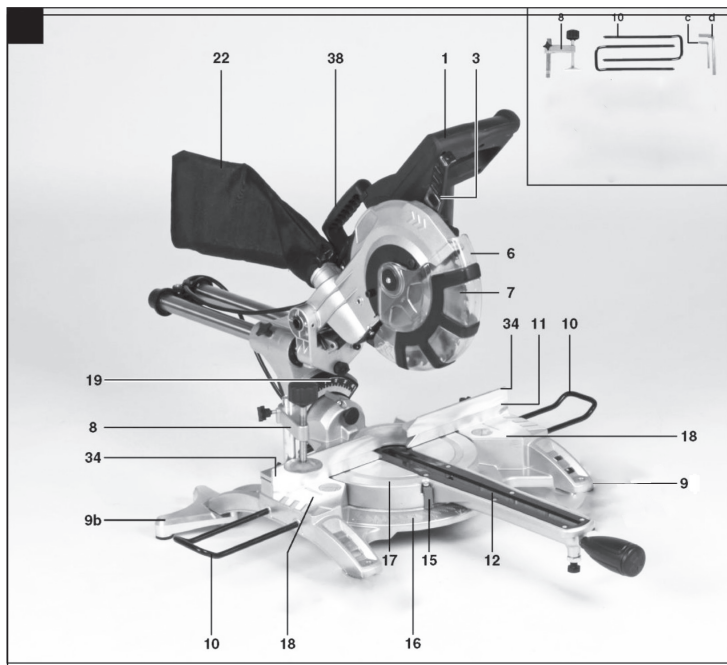
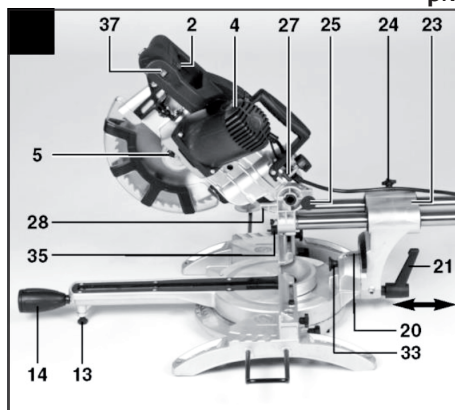
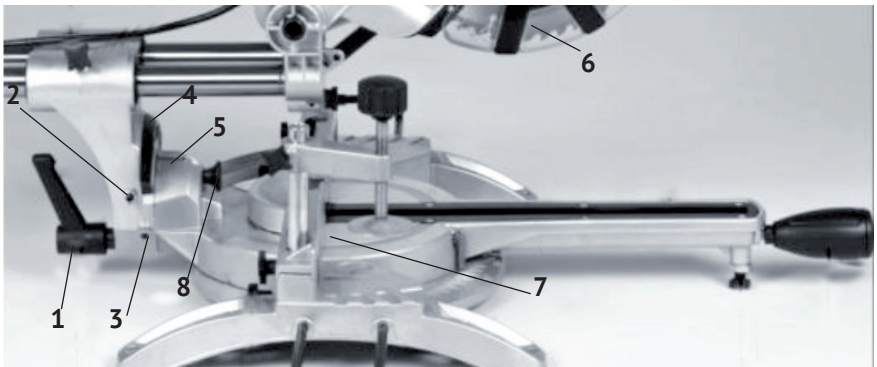
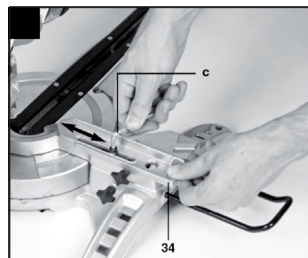

рис.1
рис.2
рис.3.1
рис.6
1.1.2 Основным несущим узлом режущего блока пилы является металлический редуктор, выполненный заодно с верхним защитным кожухом диска. К редуктору крепится пластиковый корпус двигателя (рис.2 поз.4), с закреплённой на нём рукояткой. Вертикальное перемещение режущего блока для реза обеспечивает суппорт вертикального перемещения. Возвратная пружина на оси суппорта, возвращает режущий блок в исходное положение. Горизонтальное движение по направляющим и отклонение (вправо/влево) от вертикальной оси обеспечивает суппорт наклона и горизонтального перемещения (рис.2 поз.23).
1.1.3 Рабочий стол (рис.1 поз.17), вместе с режущим блоком, имеет возможность смещения (вправо/влево) относительно основания и параллельного упора (рис.1 поз.11), в который упирается обрабатываемая заготовка. Таким образом обеспечивается косой (от 0 до 45°) рез материала (брус, доска, планка и т.п.).
1. Вытянуть фиксатор (рис.2 поз.25) из основания двигателя, слегка надавливая на корпус двигателя (рис.1 поз.4).
2. Повернуть фиксатор (рис. 2 поз.25), на 90°. При этом пила останется в разблокированном положении
- включение/выключение пилы осуществляется нажатием на клавишу выключателя (рис.1 поз.2).
5. Одной рукой нажмите на фиксатор шпинделя диска (рис.1 поз.5), устанавливая торцовый ключ (d) на болт фланца (рис.1 поз.31). Фиксатор
6. Прилагая дополнительное усилие ослабьте болт с левой резьбой, поворачивая его проти часовой стрелки, снимите зажимной фланец (рис.1 поз.32) и пильный диск (рис.1 поз.7). При этом опорный фланец должен оставаться на месте.
- для установки угла поворота ослабьте фиксирующую рукоятку (рис.1 поз.14), установите необходимый угол распила. Затем надежно затяните фиксирующую рукоятку.
- режущий блок имеет возможность установки заданного угла наклона относительно вертикальной оси, как влево в положении от 0 до 45°, так и вправо от 0 до 45°. Для поворота вправо необходимо освободить (вытянуть на себя) кнопку стопора (рис.3.1 поз.8);
- для установки угла наклона необходимо: ослабить стопорный винт (рис.3.1 поз.1), установить необходимый угол распила по шкале (рис.3.1 поз.4), поворачивая режущий блок за рукоятку (рис.1 поз.1), и надёжно зафиксировать стопорный винт.
- установить рабочий стол (рис.3.1 поз.7) в нулевое положение;
- ослабить контргайку винта (рис.3.1 поз.2);
- установить транспортир (электронный угломер), измеряющий угол между плоскостью рабочего стола (рис.3.1 поз.7) и пильного диска (рис.3.1 поз.6);
- шестигранным ключом из комплекта поворачивать винт (рис.3.1 поз.2) до точной установки угла 90° между диском и рабочим столом;
После установки точного положения угла, проверить положение стрелки-указателя (рис.3.1 поз.5) на шкале (рис.3.1 поз.4). При несовпадении с нулевым положением, ослабив винт крепления стрелки, откорректировать её положение и зафиксировать винтом.
- ослабить контргайку винта (рис.3.1 поз.3);
- установить транспортер (электронный угломер), измеряющий угол между плоскостью рабочего стола (рис.3.1 поз.7) и пильного диска (рис.3.1 поз.6);
- шестигранным ключом из комплекта поставки поворачивать винт (рис.3.1 поз.3) до точной установки угла 45° (влево) между диском и рабочим столом;
- для осуществления возможности продольного движения режущего блока необходимо ослабить фиксатор (рис.1 поз.24).
- пила обладает подвижными стопорными упорами (рис.6 поз.34), которые зафиксированы на неподвижной упорной планке (рис.1 поз.11).
- для включения лазерной направляющей установите кнопку включения и выключения лазерной направляющей (рис.1 поз.37) в положение «I». Направляющая проецируется на разрезаемый материал, обеспечивая ровную отметку резки.
- для выключения, установите кнопку включения и выключения лазерной направляющей (рис.1 поз.37) в положение «0».